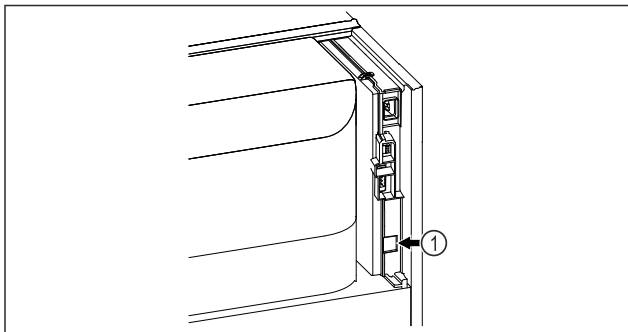

Fig. 132
- SmartModule Fig. 132 (1) ist eingesetzt.